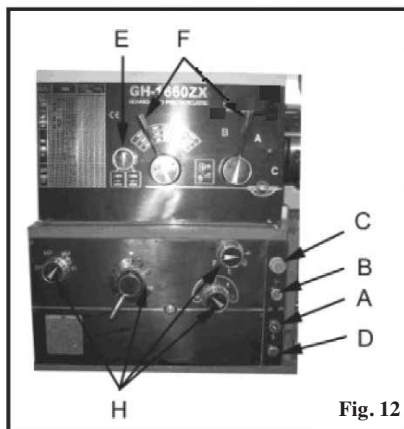

Fig. 12
Til/frakobling av kjøling: (A, fig. 12) Starter og stenger av kjølepumpen.
Lampe for strømtilførsel: (D, fig. 12) Lyser når dreiebenken er på.
Nødstop: (C, fig. 12) Stenger av alle funksjoner på maskinen. (Observer: Dreiebenken får allikevel fortsatt strøm). Vri medurs for å tilbake stille.
Startknapp: (B, fig. 12) Trykk inn og slipp den igjen for å starte spindel-delen.
2. **Spindeldokkens byttespaker:** (F, Fig. 12) Plassert opp på spindeldokkens framside. Flytte spakene mot venstre, eller høyre, for å stille inn ønsket spindel-hastighet.
3. **Retningsspak lederskrue/matespindel:** (E, fig. 12) Sitter på spindel-dokkens framside, nede til venstre. Materretningen endres med spaken. (Observer: Endre ikke spakens innstilling når maskinen går.)
4. **Matervelgerspåk:** (H, fig. 12) Sitter på spindeldokkens framside. Brukes for å øke gjengeskjærings- og materhastigheten.